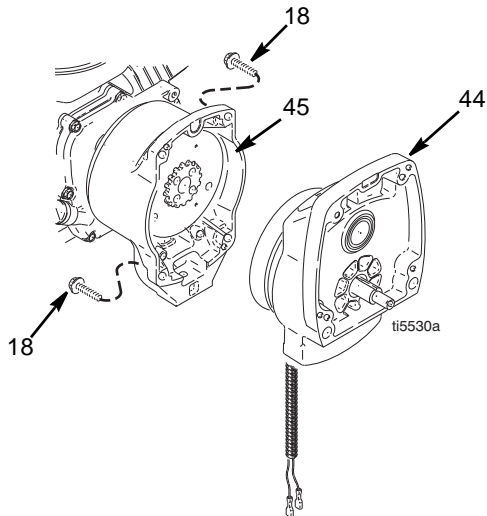
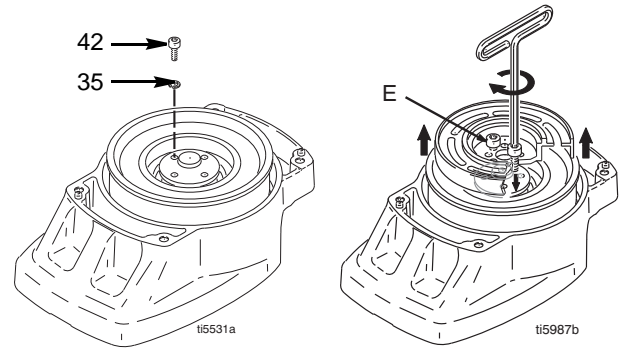

FIG. 4
FIG. 5
4. FIG. 4. Fjern de fire skruer (18) og tanddrevsenheden (44).
5. FIG. 5. Placer tanddrevsenheden (44) på en arbejdsbænk med rotorsiden opad.
6. Fjern de fire skruer (42) og låseskiverne (35). Isæt to skruer i de gevindskårne huller (E) i rotoren. Fastspænd skruerne skiftevis, indtil rotoren kommer af.
9. FIG. 5. Placer tanddrevsenheden på en arbejdsbænk med rotorsiden opad.
10. Påfør Locktite på skruerne. Isæt de fire skruer (42) og låseskiverne (35). Tilspænd skruerne skiftevis med et moment på 14 Nm, indtil rotoren er fastgjort. Brug de gevindskårne huller til at holde rotoren.
11. FIG. 4. Monter tanddrevsenheden (44) med de fire skruer (18).